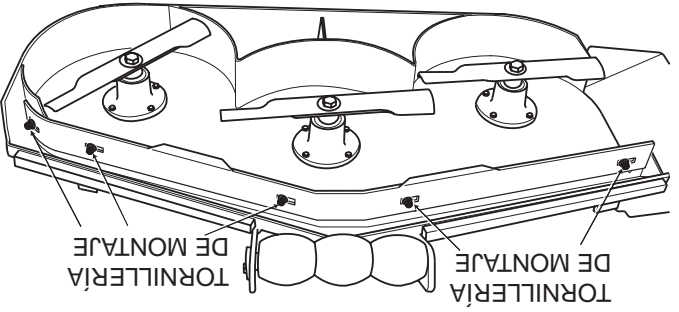

Figura 6-9 Deflector de corte personalizado
- 2. Quite los accesorios que aseguran el deflector de corte personalizado a la plataforma de corte. (Vea la Figura 6.9)